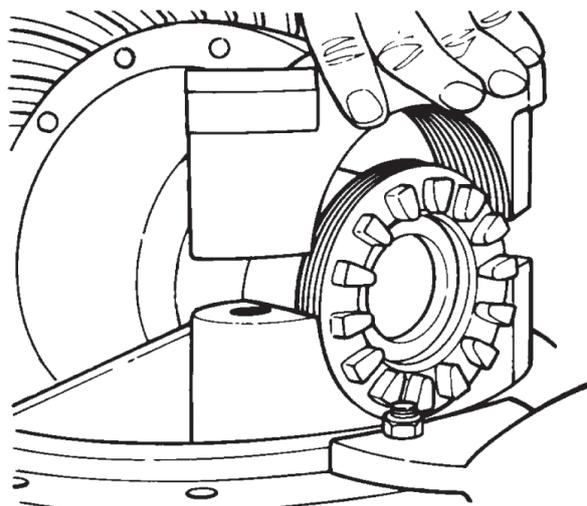

Figura 76
- D. Posicione as capas dos mancais apertando-as levemente e tente girar os anéis (Figura 76);